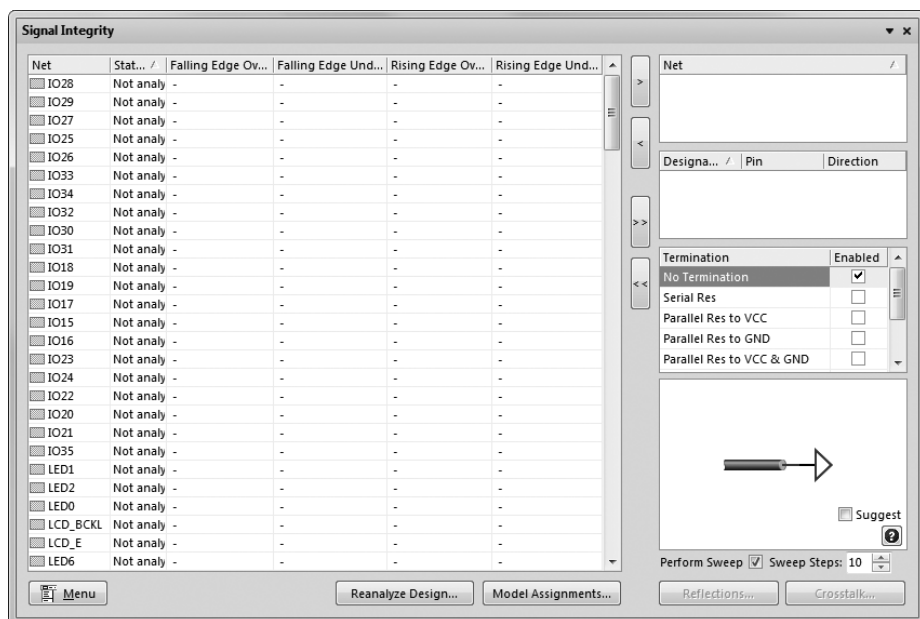

图 13-38 信号完整性分析窗口
- （2）单击 按钮，弹出如图 13-38 所示的信号完整性分析窗口。